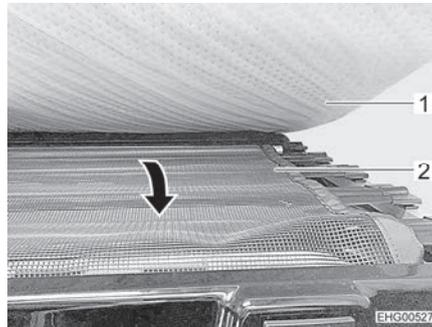

Fig. 50 Rete protettiva
- Sfilare la rete protettiva (Fig. 50,2) sotto il materasso (Fig. 50,1) e tenderla sopra l'apertura di ingresso.